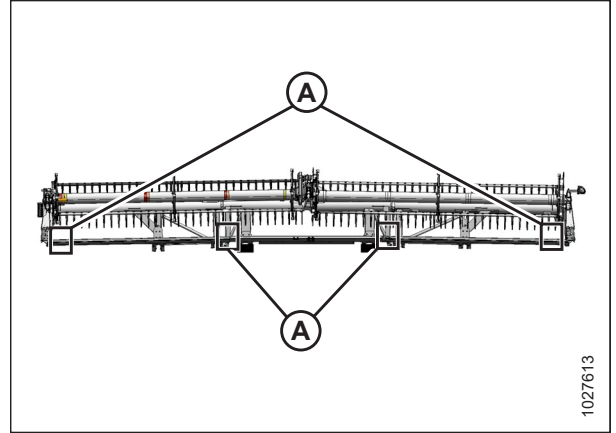

Рисунок 4.263: Точки вимірювання на жатці FlexDraper® — подвійне мотовило
- Жатки з подвійним мотовилом: Рисунок 4.263, стор. 445